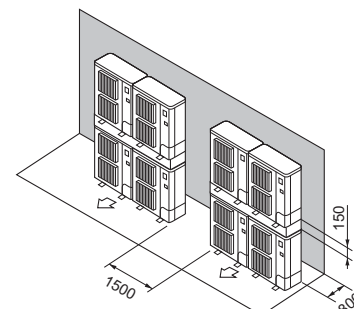

Fig. 3-17
- ⑦ Disposition pour appareils empilés (Fig. 3-17)